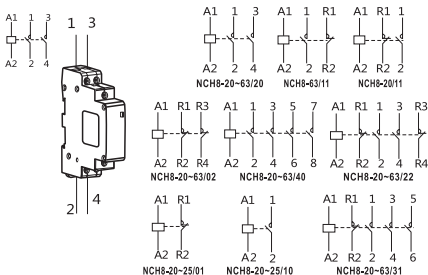

图6 接线方式
3.2.3 导线选择和连接方式：适用于铜导线连接，导线类别、截面积、剥线长度、拧紧扭矩如下表3要求，接线方式如下图6所示。接线时应按对应螺钉所规定扭矩将螺钉旋紧，以防因振动而滑落；注意清理异物残留，以免卡住接触器的可动部份甚至引起短路事故的发生。